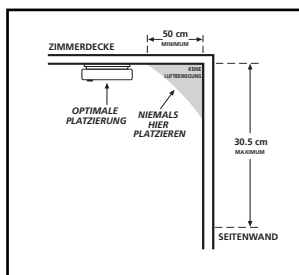

ABBILDUNG 1
- Wenn Sie einen Rauchmelder an der Decke anbringen, platzieren Sie ihn mindestens 50 cm von der Wand entfernt. (siehe Abbildung 1).
Moderne Wohnwagen und Wohnmobile wurden speziell so entwickelt und gebaut, dass sie möglichst ökonomisch im Energieverbrauch sind. Bauen Sie Rauchmelder auf die Art und Weise ein, die oben bereits empfohlen wurde (siehe Abbildung 1 und 2).
In älteren Wohnwagen und Wohnmobilen, die im Vergleich zu neueren Modellen weniger gut isoliert sind, kann extreme Hitze oder Kälte durch schlecht isolierte Wände und ein schlecht isoliertes Dach von draußen ins Innere gelangen. Dadurch kann eine thermische Barriere entstehen, die dazu führt, dass der Rauch den Rauchmelder an der Decke nicht erreicht. Befestigen Sie in solchen Wagen den Rauchmelder an einer Innenwand, wobei sich die Oberseite des Rauchmelders mindestens 10 cm und höchstens 30,5 cm unter der Decke befindet (siehe Abbildung 1).